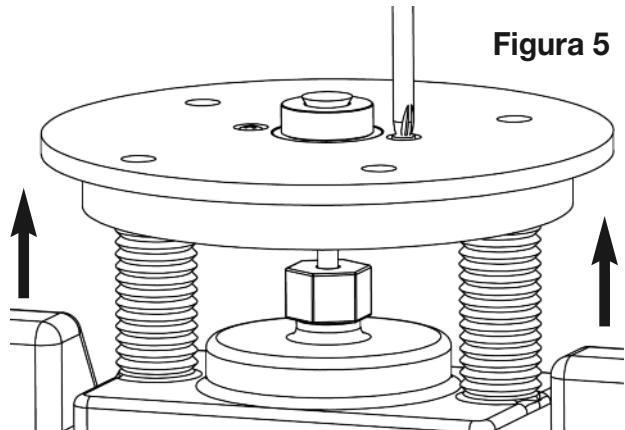

Figura 5
4. Suelte cuidadosamente el tornillo de cierre y guíe cuidadosamente la base para que se extienda en la sección cónica del perno de centrado; (Figura 5); esto permite que la placa de base floja, se mueva en los agujeros de sus tornillos para una perfecta posición de centrado.